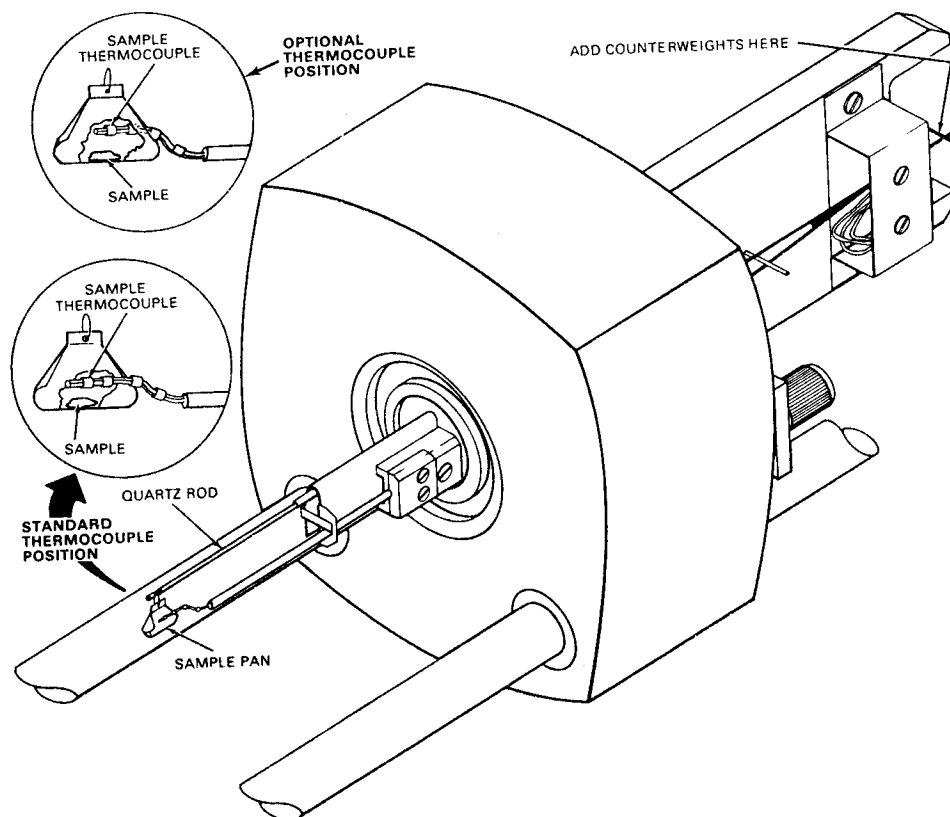

Bild 5 . Installation des Probenschiffchens und der Tariergewichte
- c. Bringen Sie das Proben-thermoelement in seine Position an der Außenseite des Schiffchens (siehe Abb. 5).